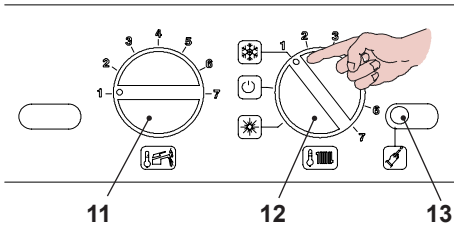
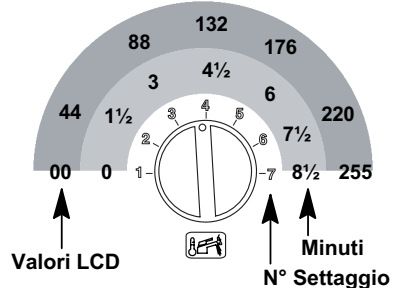

Fig. 5.59
Fig. 5.63
- Posizionare le manopole 11 e 12 come indicato in Fig. 5.59.
- Per settare il tempo di frequenza di riaccensione bisogna entrare in programmazione premendo per 15 secondi il pulsante di ripristino 13, in Fig. 5.59 fino alla comparsa del parametro P01 sul display LCD; sul display LCD compare la seguente visualizzazione (la sequenza P01 si alterna ---).
- Premere il pulsante di ripristino 13 in Fig. 5.59 per lo scorrimento dei vari parametri sino al raggiungimento del parametro P10 valido per il settaggio della frequenza di riaccensione; sul display LCD compare la se-
- Per cambiare il settaggio ruotare la manopola regolazione temperatura sanitari 11 in Fig. 5.59 e posizionarla sul tempo prescelto Fig. 5.63 (nella figura esempio manopola settata per frequenza di riaccensione di 3 minuti).
Il passo del settaggio della manopola 11 Fig. 5.63 corrisponde a un valore letto sul display LCD di circa 44 (90 secondi) e questo valore può essere variato fino a circa 255 (8 minuti e mezzo); nell'LCD la sequenza P10 si alterna con 60.